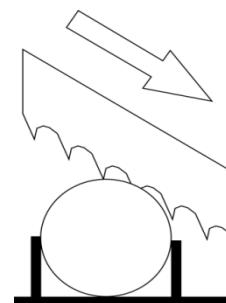

Figure 8-9 : Direction de coupe de la lame
- Montez la nouvelle lame en la mettant tout d'abord entre les patins, puis sur la course des volants, en faisant tout particulièrement attention au sens d'usinage des dents (Fig 8-9).